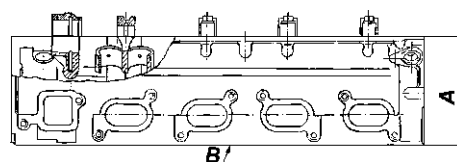

Рис. 4.42. Проверка неплоскостности головки цилиндров
-неплоскостность поверхности "В" (рис. 4.42) с блоком цилиндров. Допустимый зазор 0,15 мм. Зазор измеряется на контрольной плите с помощью шупа. При устранении неплоскостности размер "А" должен быть не менее 142,7 мм.